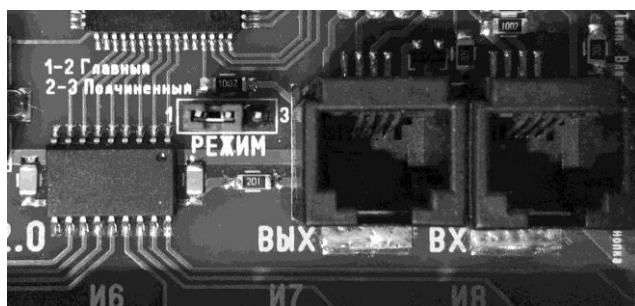

Рисунок 11.
- Установите на плате дополнительного парогенератора переключку, обозначаемую как «режим», в положение 2-3. (режим подчинений, см. рисунок 11)